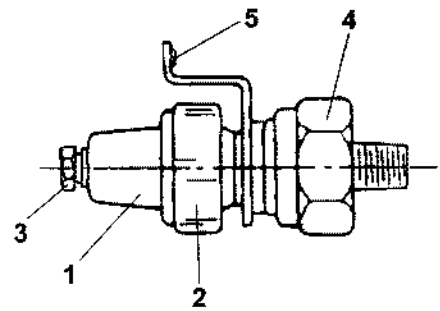

Рис. 38
- Измерьте сопротивление R1 между основным корпусом (Рис. 38, (2)) и выходной клеммой (Рис. 38, (3)) и между основным корпусом (Рис. 38, (4)) изоляционного переходника и клеммой заземления (Рис. 38, (5)) датчика (Рис. 38, (1)).
- Измерьте сопротивление R2 между клеммой (Рис. 38, (3)) и клеммой заземления (Рис. 38, (5)). Если измеренное значение превышает предельно допустимое значение, замените датчик.
- Установите датчик на двигатель (провода не подключайте), запустите двигатель и измерьте сопротивление R3 между клеммой (Рис. 38, (3)) и клеммой заземления (Рис. 38, (5)), когда двигатель работает. Если измеренное значение меньше допустимого значения, замените датчик.